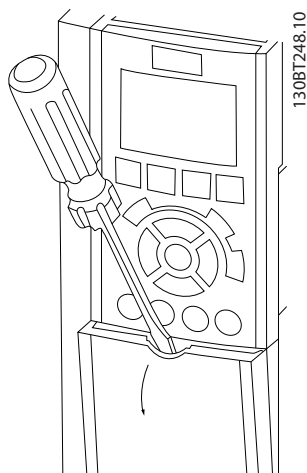
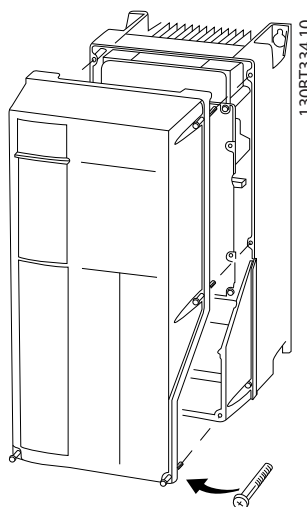

Рисунок 4.3 Доступ к проводке в корпусах IP20 и IP21
Рисунок 4.4 Доступ к проводке в корпусах IP55 и IP66
- Снимите крышку с помощью отвертки (см. Рисунок 4.3) или ослабив крепежные винты (см. Рисунок 4.4).